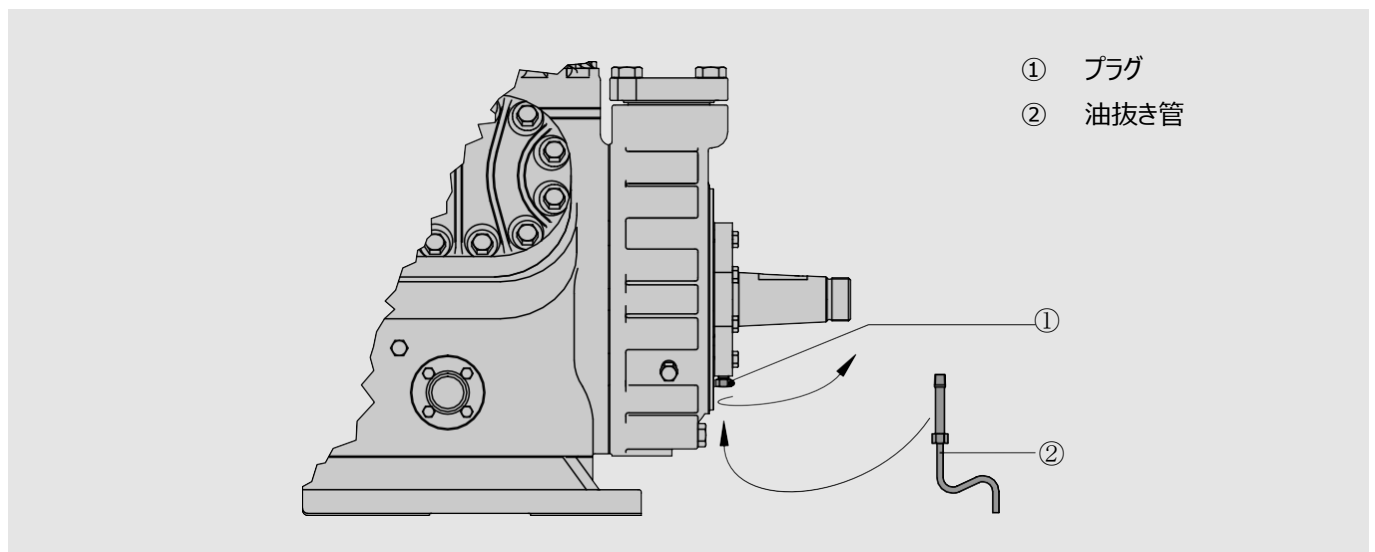

図 2 圧縮機 4H.2 (Y) / W4HA からのシャフトシールへの油抜き管の取り付け
- プラグ①を外し、油抜き管②をねじ込みます（図 2 参照）。